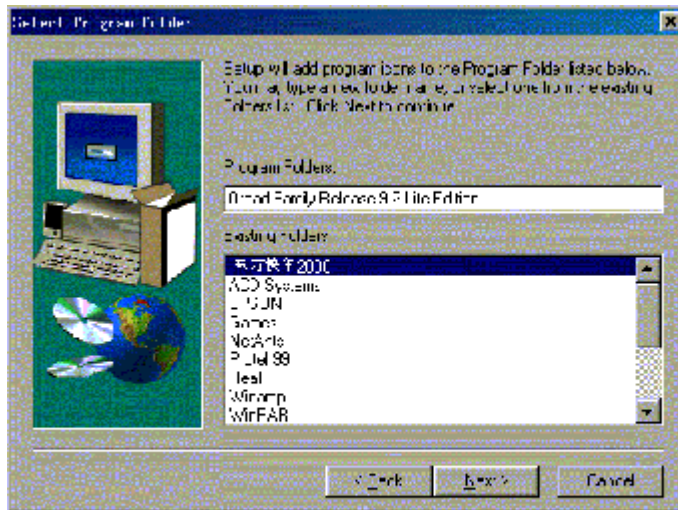

图 9.4 选择程序文件夹名称对话框
(5) 单击【Next】,出现选择程序启动菜单文件夹名称对话框,如图9-4所示,此名称出现在Windows的“开始\程序”菜单中,可选定默认名称“Orcad Family Release 9.2
- (3) 将鼠标箭头右移到“Orcad Family Release 9.2 Lite Edition”（与图9-4中的命名相同）命令, 打开Orcad 菜单;